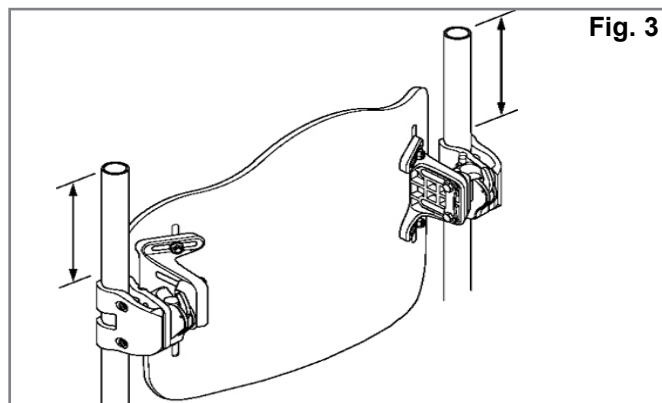
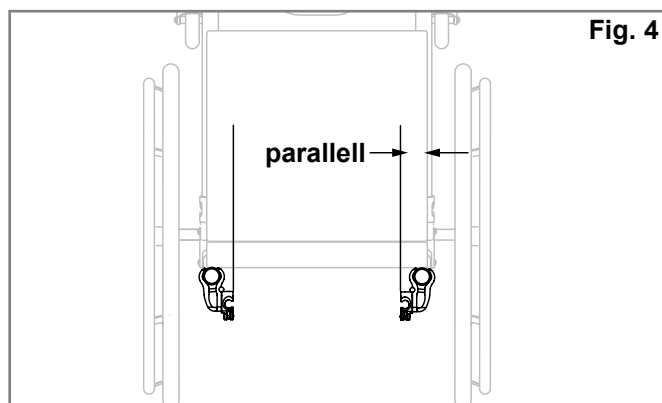

Fig. 3
Fig. 4
Instruktioner för montering av fästena (Fig. 3, 4, 5)
2. Fastställ önskad placering för fästena på stolens ryggrör. Monteringsfästena bör vara på ungefär samma höjd på vardera ryggrör (Fig. 3) och parallellt i förhållande till sitsramen, (Fig. 4). Högre placering på ryggrören är generellt bättre.